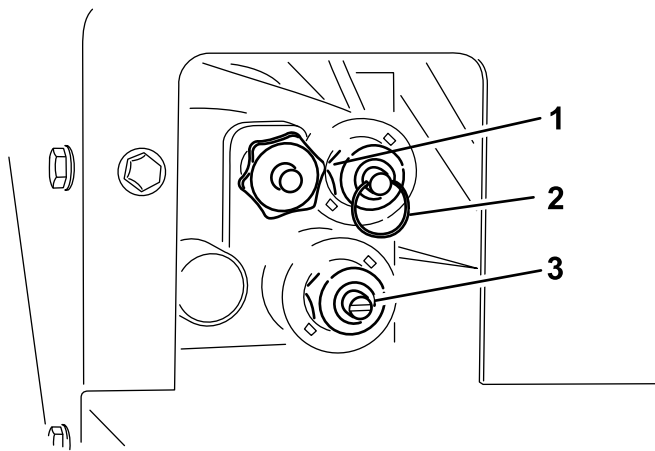

Bild 26
Der Zugang zur Übersteuerung befindet sich an der Fahrerseite der Hydraulikanlage (Bild 26).
- Drehen Sie das Handrad nach rechts, um die Flurförderer-Geschwindigkeit einzustellen (Bild 26). Die maximale Geschwindigkeit für den Förderer wird im farbkodierten Betriebssystem gemacht, daher kann diese Einstellung ohne Hydraulikfluss vorgenommen werden. Dies ist besonders relevant, wenn die Fangbox mit Sand gefüllt ist.
- Drücken Sie den Ring am Ventilschafts hinein, um den Füllkasten anzuheben (Bild 26).
- Ziehen Sie am Ring am Ventilschafts, um den Füllkasten abzusenken (Bild 26).
- Sie können die Tellerstreuer-Geschwindigkeit (Bild 26) erhöhen, wenn Sie mit einem flachen Schraubenzieher nach rechts drehen, oder Sie können sie verringern, wenn Sie nach links drehen.